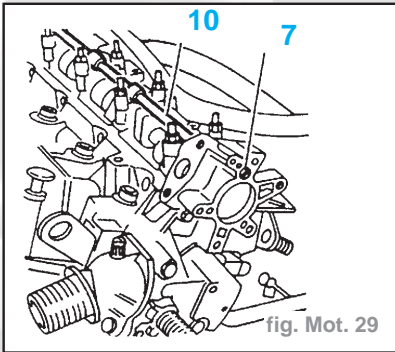

fig. Mot. 29
- Enduire la face (9) du palier n° 1 de Loctite Formajoint.
- Reposer (fig. Mot. 29) :
- la vis (7) équipée d'un joint neuf couple de serrage (daN.m) **1,5**